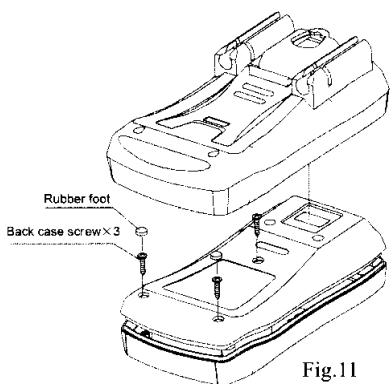

Fig.11
- 4) Не производите замену батареи и предохранителей включенного прибора или когда он находится под напряжением. Как открыть заднюю крышку прибора см. Fig.11